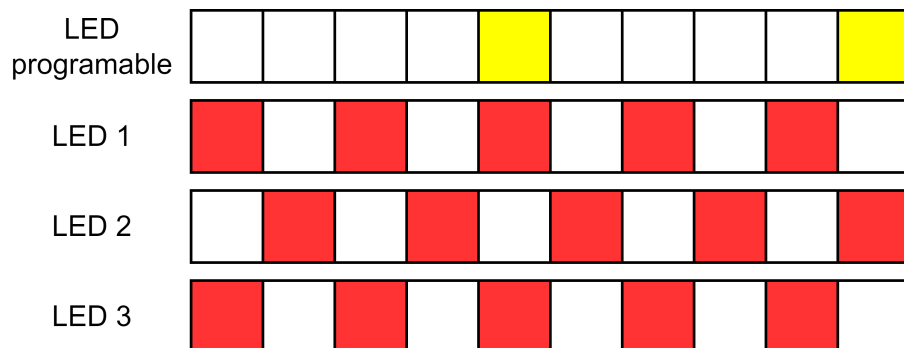

Figura 2: Secuencia de encendido de luces
6. Con el circuito anterior, realice la secuencia de encendido de luces que se muestra en la figura 2, en donde cada cuadro representa aproximadamente 1 segundo.